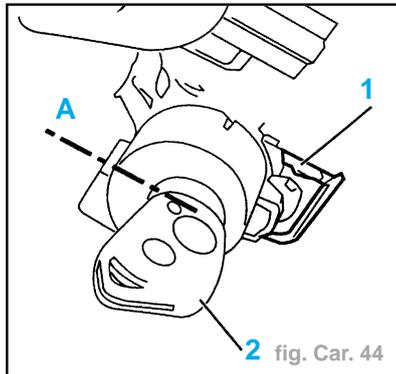
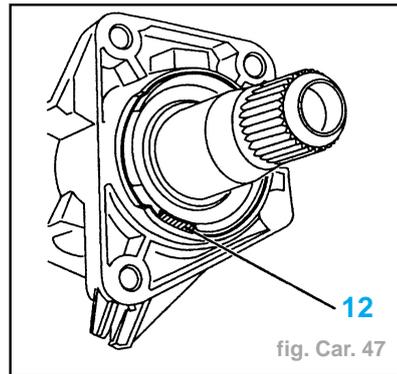

fig. Car. 44
fig. Car. 47
- Mettre la clé (2) en position + accessoires (A) (fig. Car. 44).
**Attention :** Remplacer, sur le boîtier + bride préassemblés, les vis autocasantes (11) par les vis spécifiques (1) avant le remontage de l'ensemble.
**Impératif :** Positionner l'ergot (12) dans l'échancrure du support colonne de direction, avant le serrage de l'ensemble (fig. Car. 47).